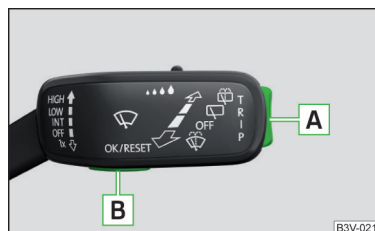
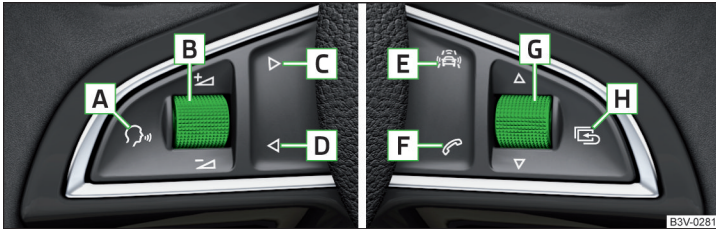

Abb. 30
Abb. 31 Tasten/Einstellräder: am Multifunktionslenkrad
➤ Die Taste **A** am Bedienungshebel länger drücken » **Abb. 30 auf Seite 43.**
➤ Das Einstellrad **G** am Multifunktionslenkrad länger drücken » **Abb. 31 auf Seite 44.**
Die Menüs können mittels der Tasten am Bedienungshebel » **Abb. 30 auf Seite 43** bzw. am Multifunktionslenkrad » **Abb. 31 auf Seite 44** bedient werden.
Durch anschließendes Drehen des Einstellrads  » **Abb. 31 auf Seite 44** am Multifunktionslenkrad wird das Menü **Letzte Ziele** angezeigt.
- Das Einstellrad  » **Abb. 31 auf Seite 44** drehen.